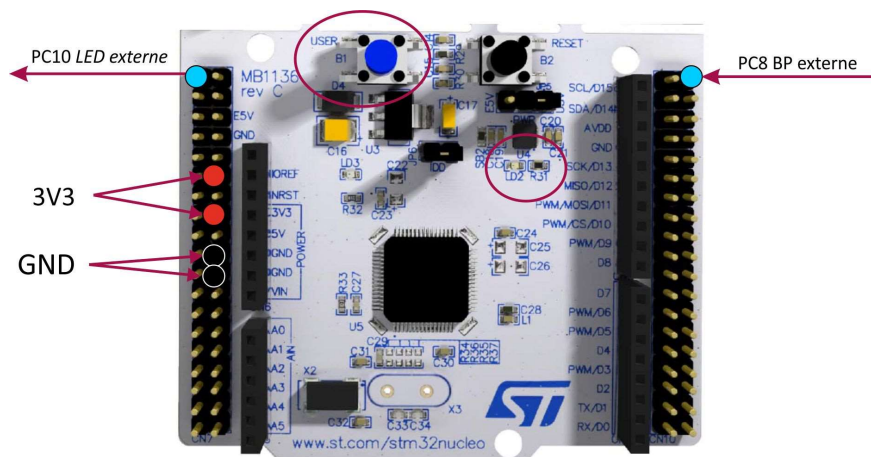

Figure 1: Les broches utilisées
- une carte de développement (Figure 1)